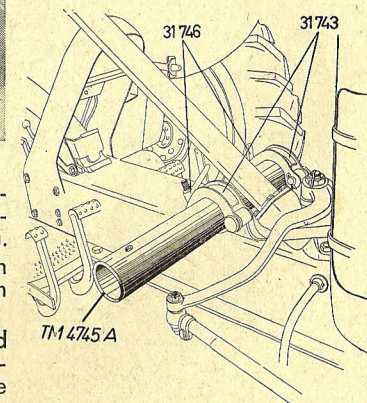

Abb. 2
1. In das am Schlepper befindliche Mittellager wird das Lagerrohr TM 4745 A eingelegt und mit den Lagerdeckeln 31 743 sowie den Griffmuttern 31 746 (siehe Deutz-Ersatzteilliste) befestigt (Abb. 2).